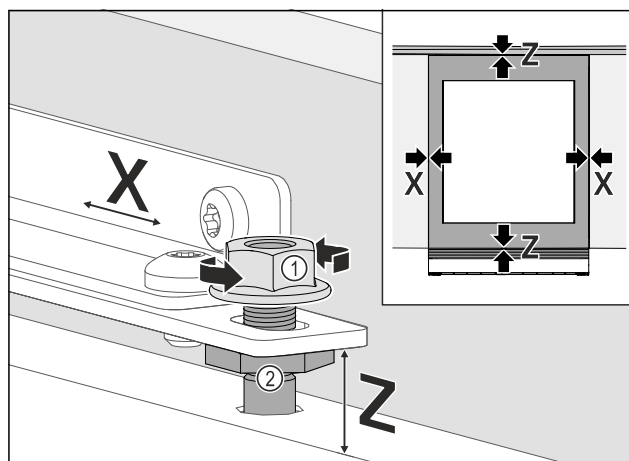

Fig. 94
- Выравнивание бокового положения мебельной двери: отпустите контргайку Fig. 94 (1), сдвиньте мебельную дверь в направлении X.
- Затяните контргайку Fig. 94 (1).
- Выровняйте мебельную дверь по высоте Z и боковому наклону: Отрегулируйте регулировочные болты Fig. 94 (2).